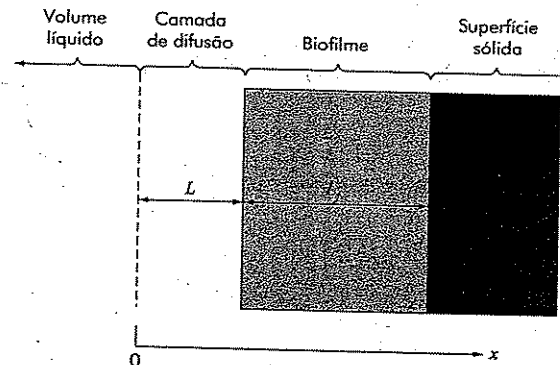

FIGURA P24.14 Biofilme crescendo em uma superfície sólida.
24.14 Um biofilme com uma espessura L_f (cm) forma-se na superfície de um sólido (Figura P24.14). Depois de atravessar uma camada de difusão de espessura L (cm), um composto químico A difunde-se no biofilme, onde é sujeito a uma reação de primeira ordem irreversível que o converte em um produto B .